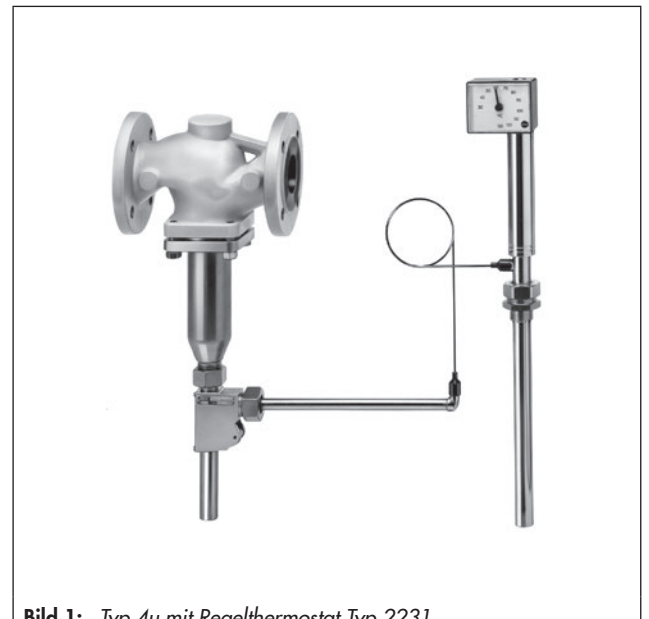

Bild 1: Typ 4u mit Regelthermostat Typ 2231
- **Typ 2422/2231** (Bild 1) · mit Ventil Typ 2422 und Regelthermostat Typ 2231 für Flüssigkeiten · SollwertEinstellung am Sensor · Sollwerte von -10 bis $+150$ °C